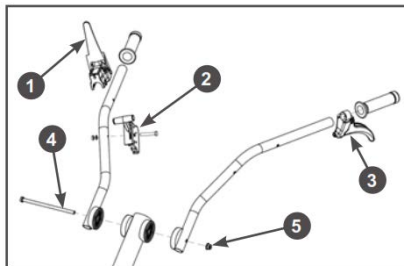

Рис. 6 Установка рукояток управления
7. Установите на рукоятки управления рычаг 1 сцепления, рычаг 2 газа и рычаг 3 разблокировки левой полуоси (Рис. 6).
8. Установите рукоятки управления на стойку (Рис. 6). Совместите отверстия в рукоятках и стойке, вставьте болт 4 и закрутите гайку 5 крепления рукояток.